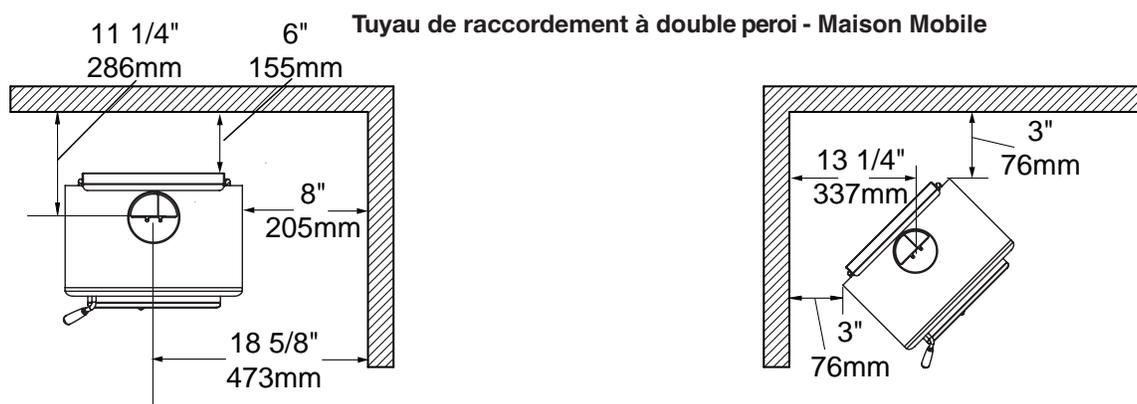

Figure 4: TN10 Dégagements - maison mobile.ai
- Une prise d'air extérieur est exigée pour les installations dans une maison mobile. Voir Figure 2 (Page 10) ou Figure 4 (Page 13).
NOTE: Des cheminées plus longues et des solins de toit à pente variable peuvent être utilisés (voir Fig. 4, Page 13). Installez tous les composants selon les instructions d'installation du fabricant de cheminée. Consultez votre fournisseur de cheminée, pour des conseils d'installation.
Utilisez un chapeau de prise d'air approuvé de 4 po (102 mm). Découpez ou percez un trou correspondant dans le mur extérieur le plus près, ou dans le plancher sous le poêle. Raccordez l'adaptateur au trou en utilisant du conduit de 4 po (100 mm) flexible ou rigide. Prévoyez une protection contre l'eau, au besoin. Ce trou doit tirer son air d'un vide sanitaire ventilé ou être raccordé à un tuyau de prise d'air menant à l'extérieur (voir Figure 3, Page 10 ou Figure 4, Page 13). L'utilisation d'air de combustion extérieur pour une installation résidentielle exige de fixer le poêle au plancher pour empêcher un débranchement accidentel de la prise d'air. Un tuyau de prise d'air extérieur peut aussi être installé entre l'extérieur et le trou de 4 po (100 mm) de diamètre situé à l'arrière du piédestal.